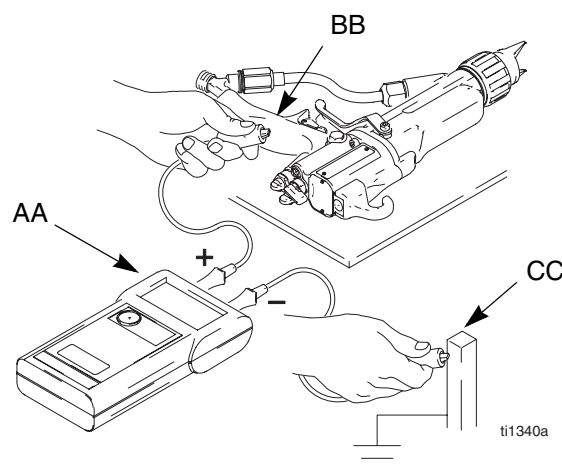

Fig. 3 Contrôle de la mise à la terre du pistolet
Le mégohmmètre réf. no. 241079 (AA-Voir FIG. 3) n'est pas homologué pour une utilisation sur un site dangereux. Pour réduire les risques d'étincelles, ne pas utiliser le mégohmmètre pour contrôler la mise à la terre, sauf:
4. S'assurer que le flexible d'air (R) relié à la terre est bien branché et que le fil de terre du flexible est raccordé à une véritable prise de terre.
5. Mesurer la résistance entre la crosse du pistolet (BB) et une véritable prise de terre (CC). Utiliser une tension test comprise entre 500 volts minimum et 1000 volts maximum. La résistance ne doit pas dépasser 1 mégohm. Voir FIG. 3.